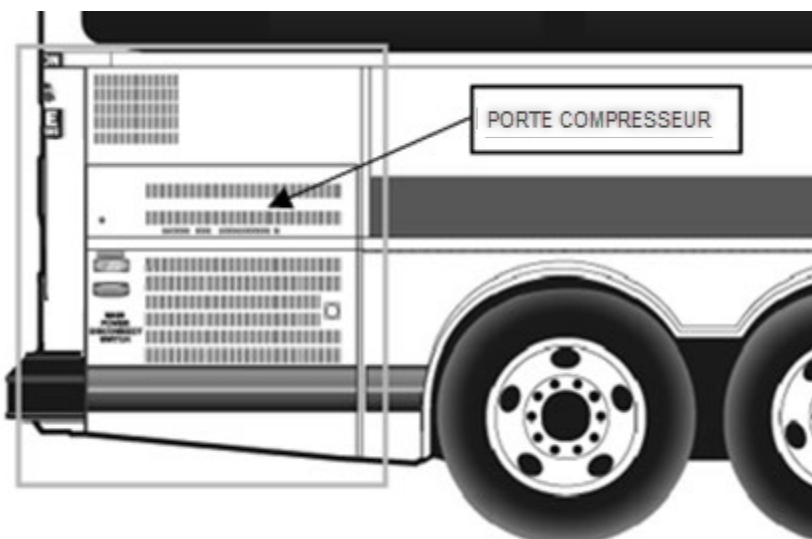

FIGURE 1: PORTE COMPRESSEUR
1. Ouvrir la porte compresseur au maximum (situé à l'arrière, coté trottoir Figure 1).